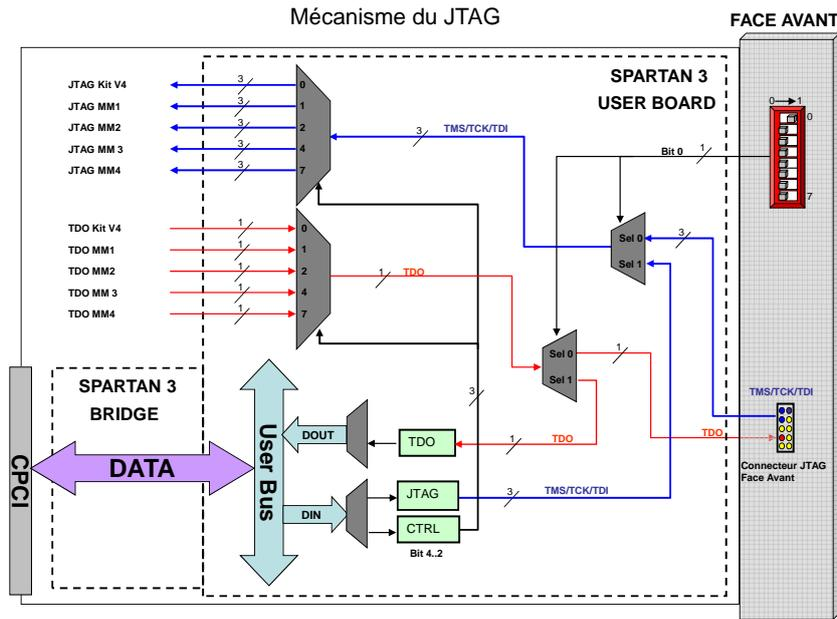

FIG. 18 – JTAG
- soit en utilisant les outils Xilinx (Impact)+ boîtier Platform Cble USB branché sur le connecteur JTAG de la face avant de la carte (cf. fig. 18).
Le choix entre les 2 modes de download se fait en actionnant le switch 0 (cf. fig. 18) :